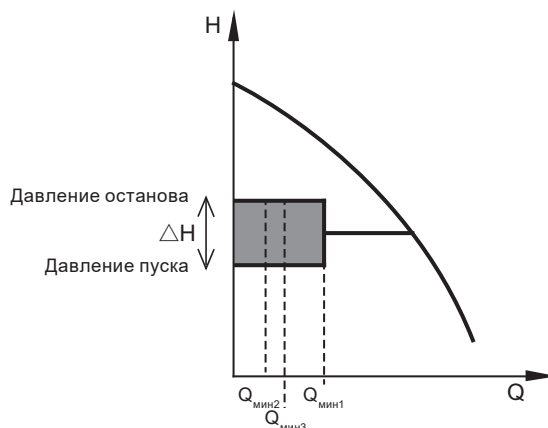

Рис. 50 Разница между значениями давления пуска и останова (ΔH) и минимальным расходом
- Энергоэффективный режим: Насос автоматически регулирует параметры для функции останова, чтобы снизить потребление энергии при работе в режиме старт/стоп. В таком случае функция останова использует заводские значения минимального расхода ($Q_{мин1}$) и другие внутренние параметры. См. рис. 50.
- Комфортный режим: Насос автоматически регулирует параметры для функции останова так, чтобы уменьшить неудобства при работе в режиме старт/стоп. В таком случае функция останова использует заводские значения минимального расхода ($Q_{мин2}$) и другие внутренние параметры. См. рис. 50.
- Пользовательский режим (Настраиваемый рабочий режим): Насос будет использовать для функции останова параметры ΔH и $Q_{мин3}$. См. рис. 50.
При работе в режиме старт/стоп давление будет варьироваться между показателями давления пуска и останова. См. рис. 50.